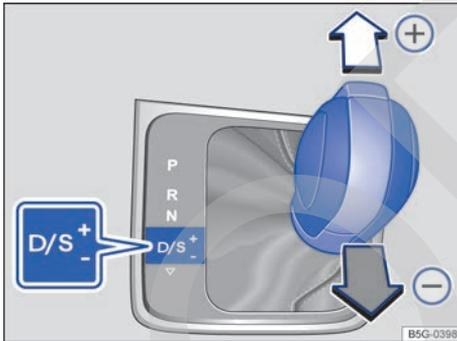

Fig. 118 Palanca selectora en la posición Tiptronic.
- Para cambiar a una marcha más larga o más corta, empuje levemente la palanca selectora hacia delante (+) o hacia atrás (-) → fig. 118.